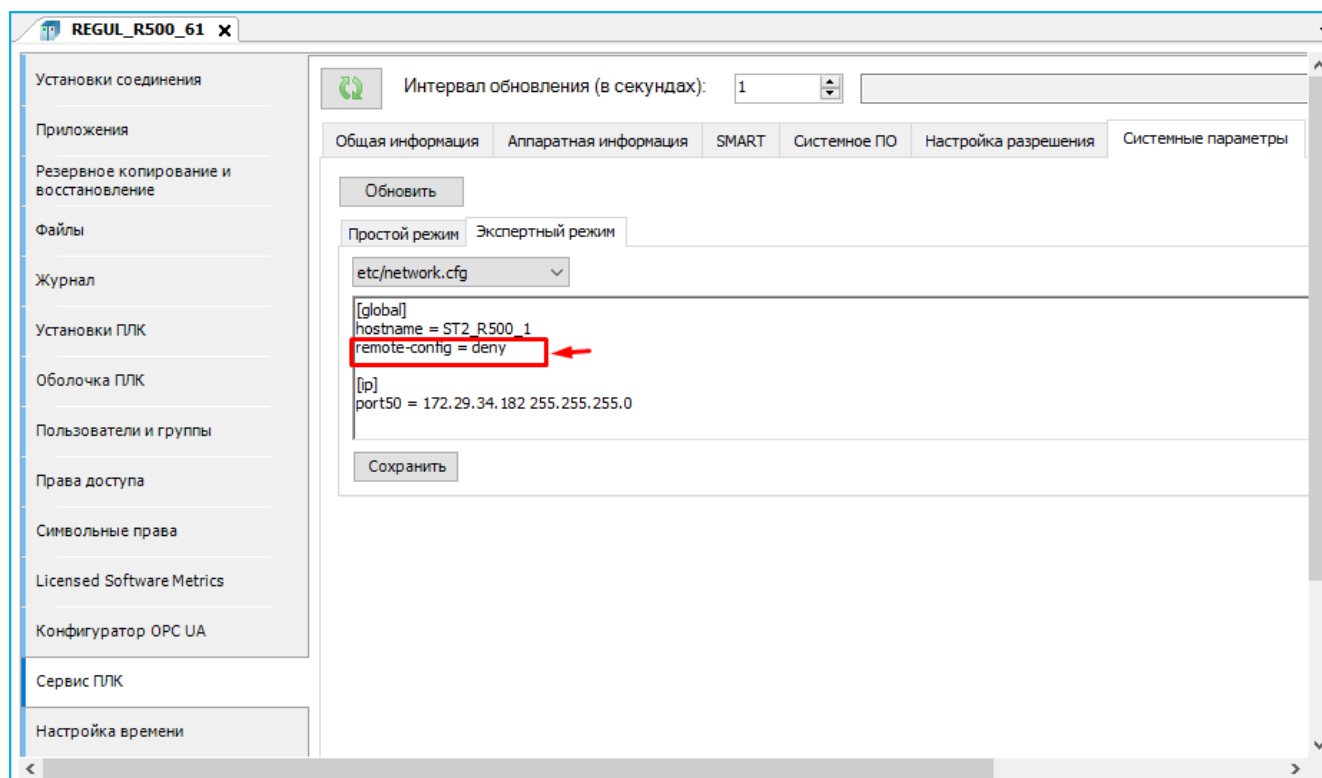

Рисунок 143 – Снятие запрета на изменение сетевых настроек, вкладка экспертного режима
- либо на вкладке **Экспертный режим** выберите название каталога конфигурационного файла **etc/network.cfg** (см. «Приложение В»). Удалите строку, выделенную красным цветом и нажмите кнопку **Сохранить** (Рисунок 143).